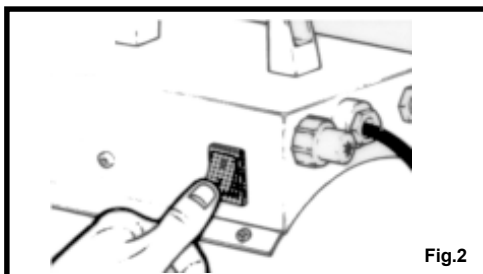

Fig.2
2. Slå på aggregatets fläkt med den vita strömbrytaren (se fig. 2).